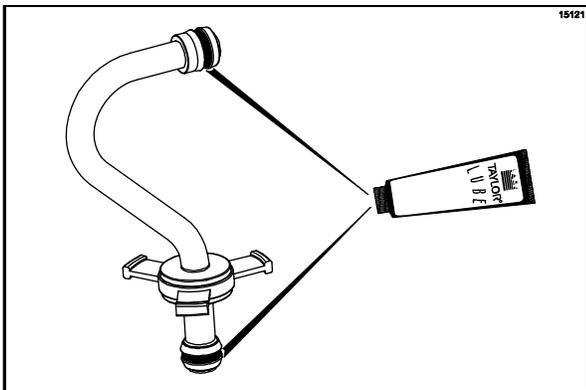

Figura 153
11. Instale una junta tórica roja en cada extremo del tubo de alimentación de mezcla y lubrique cuidadosamente. (Vea la figura 153).